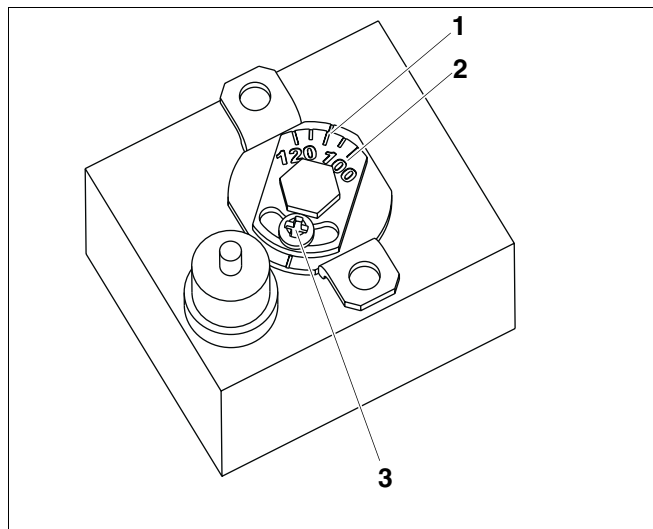
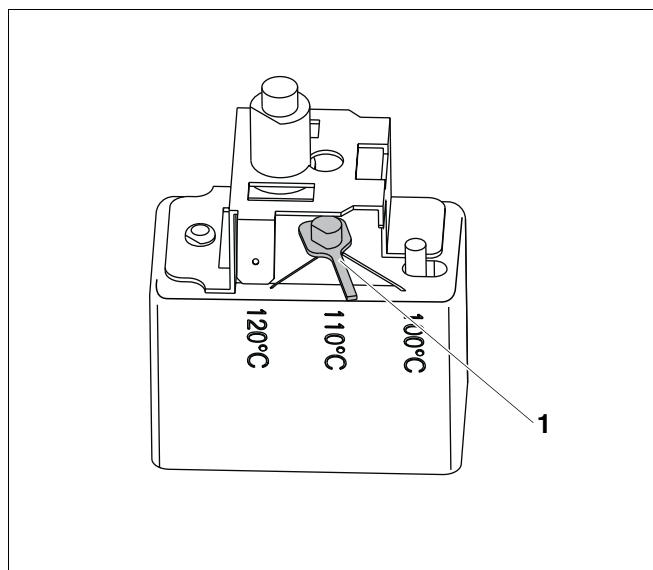

Рис. 61 STB, вариант А
Рис. 62 STB, вариант В
- Сначала нужно определить вариант установленного предохранительного ограничителя температуры (см. рис. 61 и рис. 62).
Вариант А (рис. 61)
- Ослабить винт (рис. 61, поз. 3).
- Пластину с температурной шкалой (рис. 61, поз. 2) установить на нужную температуру (рис. 61, поз. 1).
- Затянуть винт (рис. 61, поз. 3).
Вариант В (рис. 62)
- Установить рычажок (рис. 62, поз. 1) на нужную температуру.